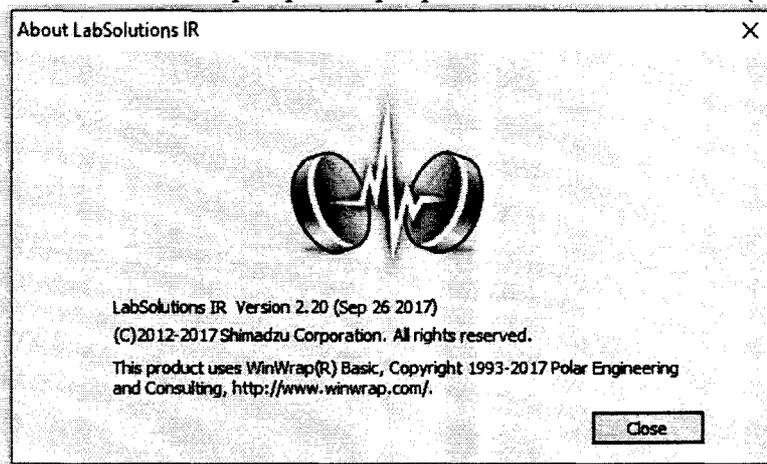

Рисунок 5
8.3.1 Для просмотра идентификационных данных программного обеспечения спектрофотометров необходимо в главном окне программы LabSolutions IR зайти во вкладку Help и затем нажать на раздел About. После этого в главном окне программы отобразится наименование и номер версии программного обеспечения (см. рисунок 5).